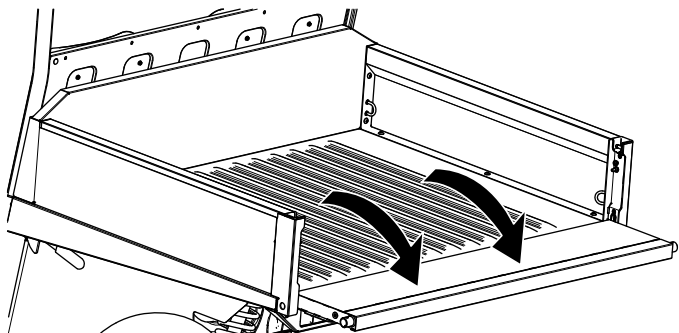

Figure 13
3. Abaissez le hayon jusqu'à ce qu'il soit au niveau du fond du plateau de chargement (Figure 13).